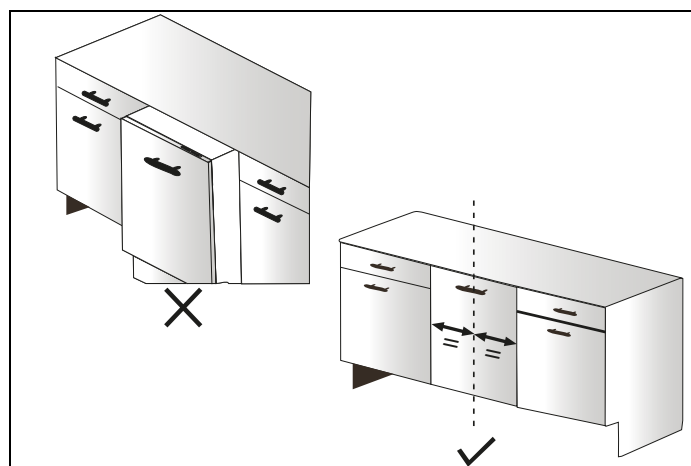

Fig. 32
11) El lavavajillas debe colocarse centrado y correctamente como se muestra en la Fig. 32 .